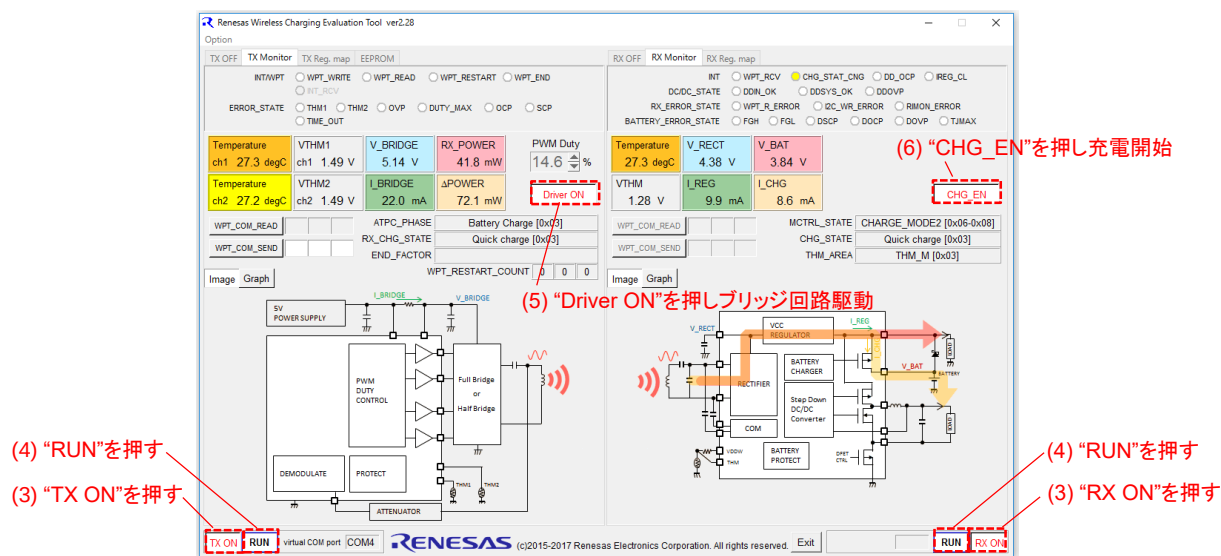

図2.3 制御ツール評価モニタ（ATPC Mode）
- (1) RXボード(WiQ-RX00-B00) のSW1をONにして下さい。SD(LED1)が点灯しRAA457100GBMが、シャットダウンモードから放電モードに切り替わったことを表示します。SD(LED1)点灯後にDCDC(LED3)が点灯しDCDCコンバータが動作している事を表示します。
- (2) TXボード(WiQ-TX00-B00) のSW2をONにして下さい。TXボードへDC 5Vが供給されLED4が点灯します。
- (3) 制御ツール画面下側の「TX ON」と「RX ON」を押して下さい。図2.3に示す評価用モニタが表示されます。